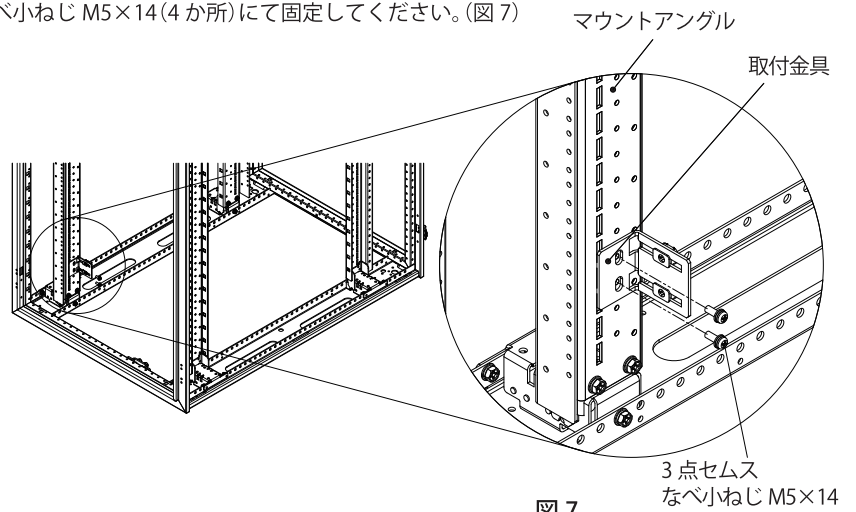

図 7
3. マウントアングルに取付金具を、付属の 3 点セムスなべ小ねじ M5×14 (4 か所) にて固定してください。(図 7)